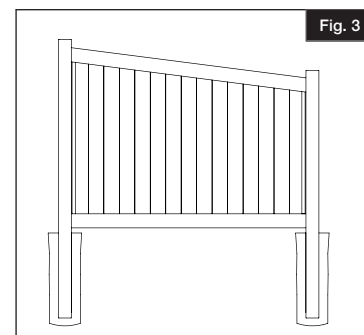

Fig. 3
7. Insertar el panel de valla completado en el agujero ranurado del segundo poste de la valla. Aplomar y nivelar los postes y agregar concreto de acuerdo a las instrucciones del fabricante (Fig. 3).